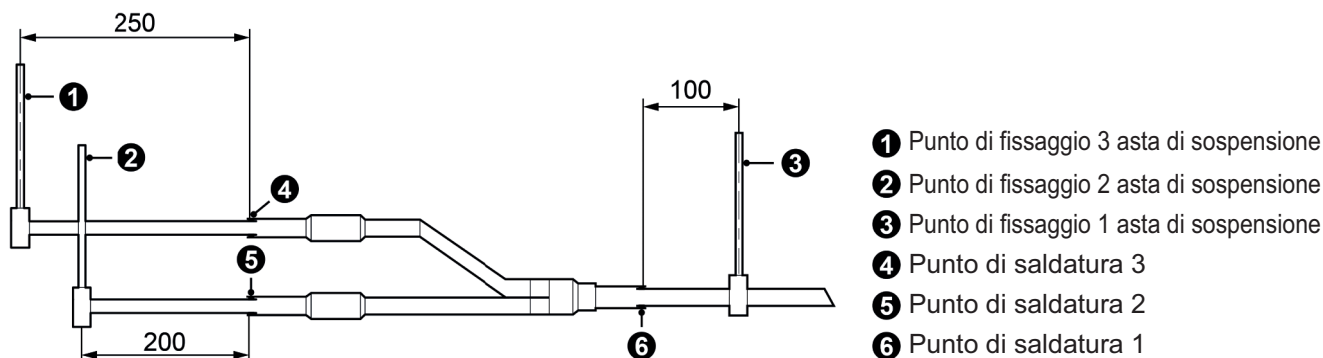

Fig. 4.2.11
(3) Devono essere presenti tre punti di fissaggio sia per l'installazione orizzontale che per l'installazione verticale dei collettori a "Y". Fare riferimento alla Fig. 4.2.11.